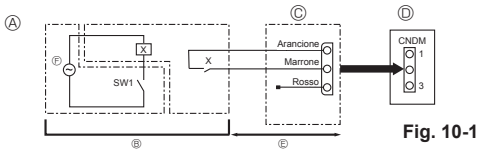

Fig. 10-1
10.1. Modalità bassa rumorosità (modifica in loco) (Fig. 10-1)